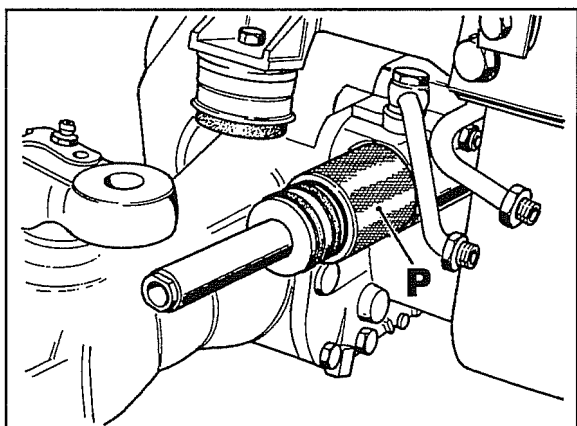

Fig. 74
- Per il rimontaggio del pistone sul cilindro è necessario servirsi dell'apposito tampone **P** fig. 74 il quale, avendo la sede interna conica, facilita l'inserimento degli anelli di tenuta nel cilindro senza danneggiarli.